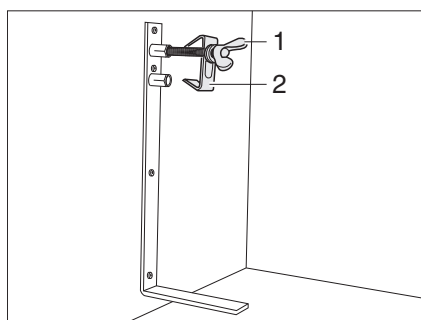

Fig. 186 Soporte para rueda de repuesto
- Soltar el tornillo (Fig. 186,1) y quitarlo junto con el centrador (Fig. 186,2).